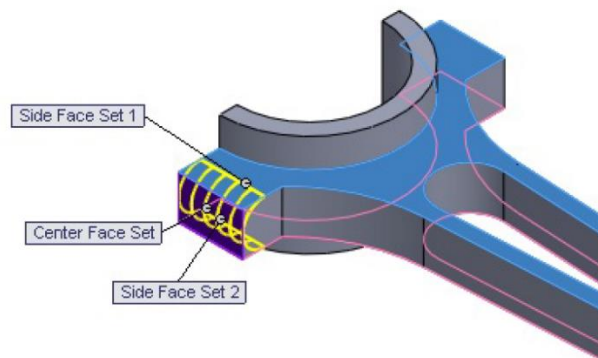

Рисунок 5.45 – Попередній перегляд повного заокруглення
- д) Створіть заокруглення (див. рис. 5.45 – 5.47).
5. Активуйте поле вибору **Face Set 2** і виберіть грань як **Face Set 2**, як продемонстровано на рисунку 5.44. Попередній перегляд повного заокруглення на вибраних наборах граней відобразиться у зоні креслення (рис. 5.45).